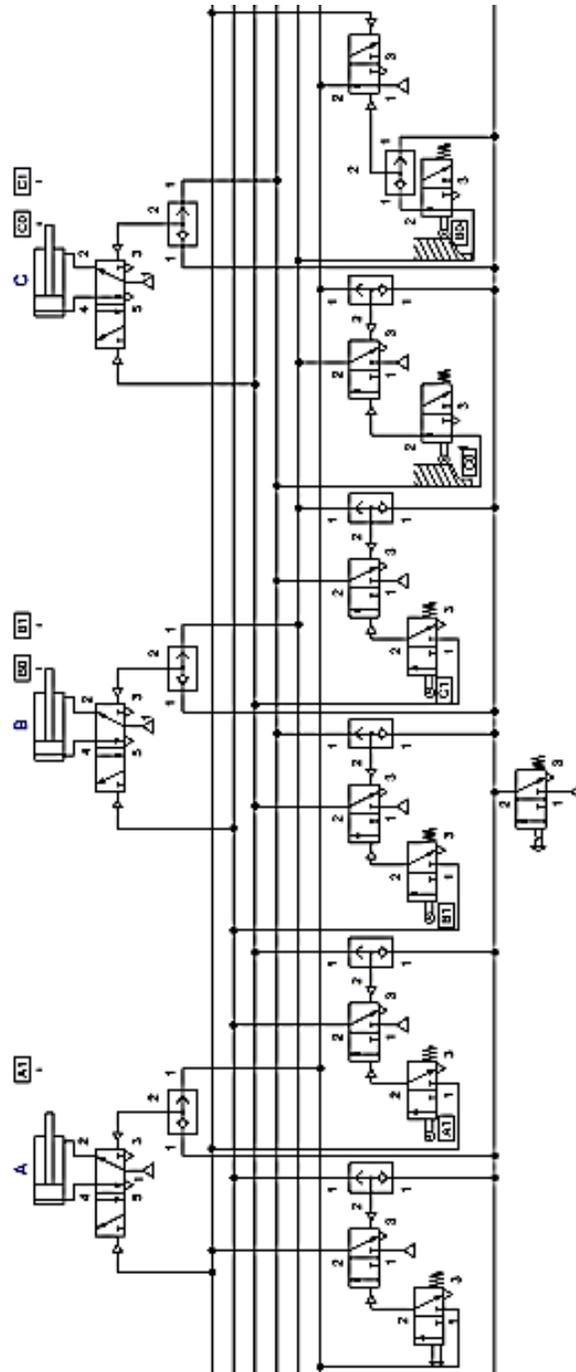

Figura 3.
4. Analice el esquema de la figura 3, describa como funciona y que secuencia siguen los actuadores y que tipo de paro de emergencia se usó y porque.